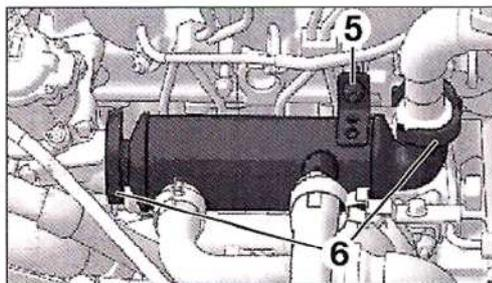

FIG. 59
- Las fijaciones (5) y (6) (Fig.59).